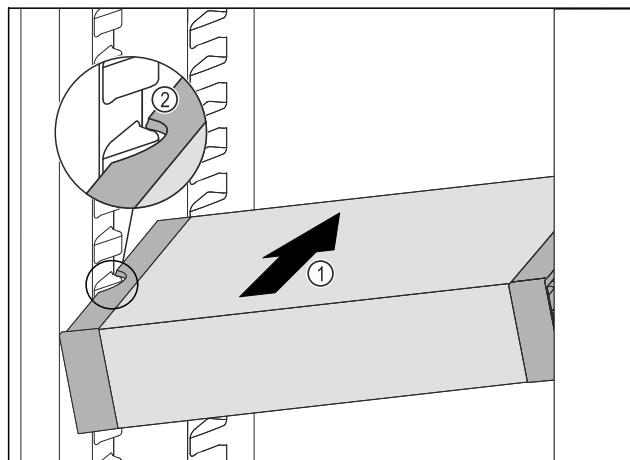

Fig. 78
- Вдвигайте VarioSafe под наклоном в холодильное отделение Fig. 78 (1), пока боковые выемки Fig. 78 (2) VarioSafe не окажутся на высоте выступа резервуара в холодильном отделении.